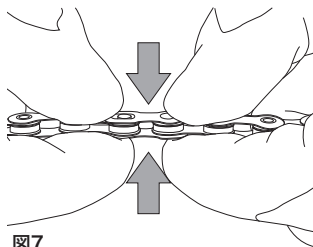

図7
- C-リンク™ を押し込み、2つのピンが完全に挿入されたことを確認します (図7)。